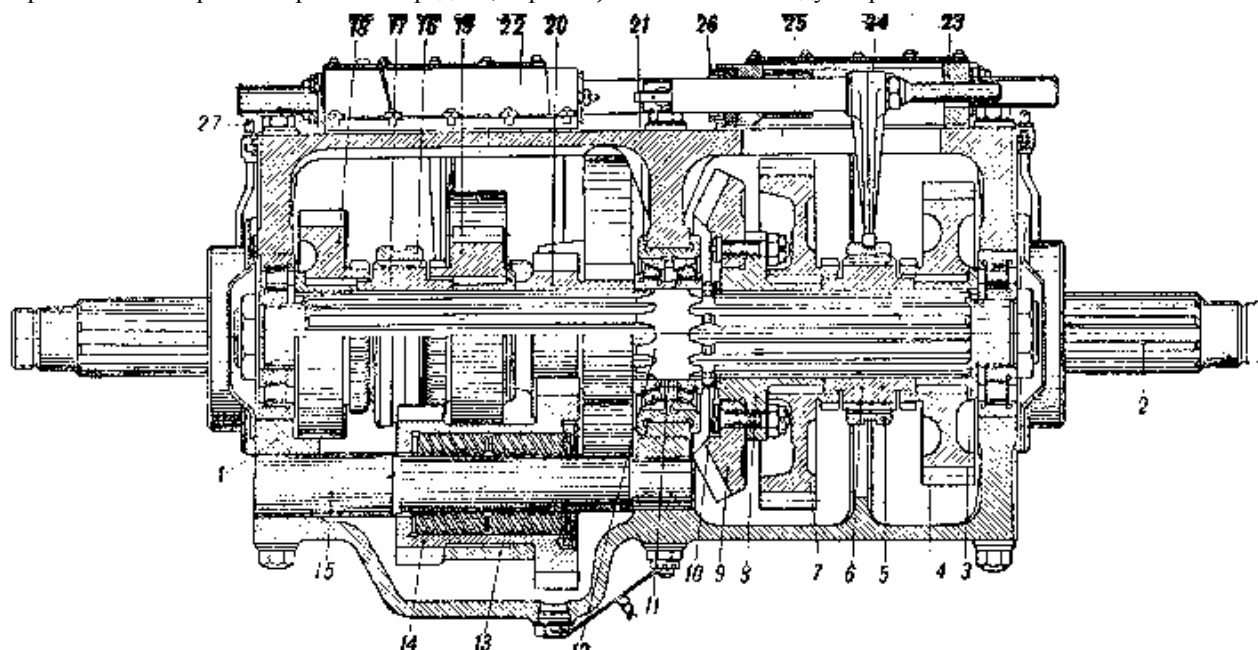

Рис. 99. Коробка перемены передач (в разрезе по промежуточному валу и оси заднего хода):
Между торцом ступицы ведомой конической шестерни и гребешком вала имеются регулировочные прокладки 10 (ом. рис. 99) подбором толщины которых регулируют зазор между зубьями конической пары шестерён.
Блочную шестерню 14 (см. рис. 99) устанавливают на оси 15 в нижней половине картера на двух роlikоподшипниках с витыми роliками. В этих роlikоподшипниках беговыми дорожками служат шлифованные поверхности оси и внутренней полости ступицы шестерни.
Для ограничения осевых смещений каретки заднего хода устанавливают между её зубчатыми венцами планку 13 (см. рис. 99), изогнутую посередине. Платку крепят шпильками к картеру.
Переход на 2, 3, 4 и 5-ю передачи осуществляется включением подвижных муфт (карок) 5 и 16 (см. рис. 99) к соответствующим шестерням выбираемых передач.
- 1) Установить на ступицу 8 (см. рис. 99) ведомую коническую шестерню 9, подогнав плоскость прилегания шестерни к ступице по краске; поставить призонные болты, плотно затянуть гайки и зашплинтовать.